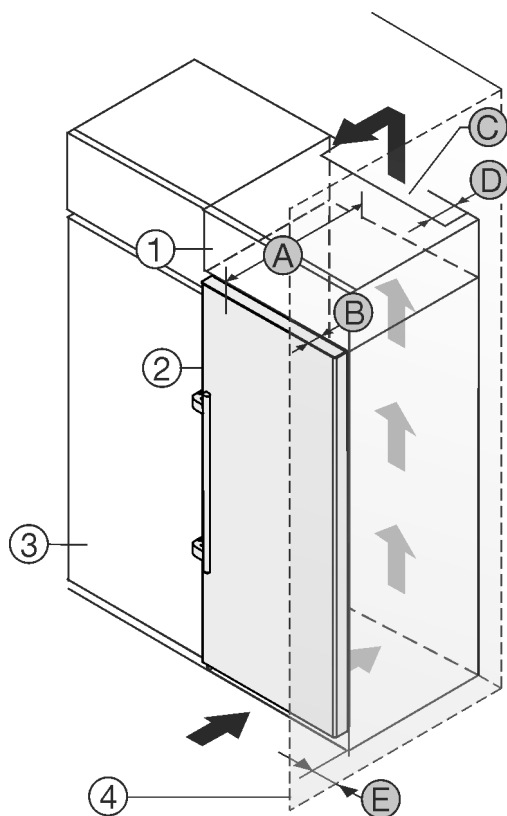

Fig. 2
Urządzenie można ustawić bezpośrednio obok szafki kuchennej *Fig. 2 (3)*.*
Na tylnej ścianie szafki nasadzonej wymagany jest wywiewny kanał wentylacyjny o głębokości *Fig. 2 (D)* na całej szerokości szafki.*
Pod sufitem pomieszczenia należy zachować przekrój wentylacyjny *Fig. 2 (C)*.*
Jeżeli urządzenie będzie ustawiane z zawiasami do ściany *Fig. 2 (4)*, to pomiędzy urządzeniem i ścianą należy zachować minimalny odstęp, wynoszący 57 mm. Na taką odległość wystaje klamka przy otwartych drzwiach.*
By móc całkowicie otworzyć drzwi, urządzenie musi wystawać przynajmniej o głębokość drzwi *Fig. 2 (B)* za front szafki kuchennej. W zależności od głębokości szafek kuchennych *Fig. 2 (3)* oraz od zastosowania elementów dystansowych urządzenie może wystawać jeszcze bardziej.*